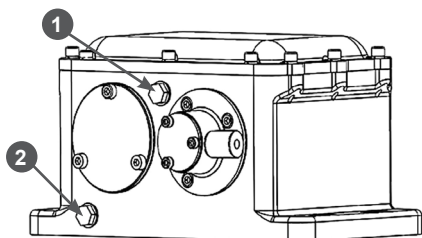

Рис. 20 Замена масла в вибраторе
3. Открутите болт 1 сливного отверстия и слейте топливо из поплавковой камеры карбюратора (Рис. 20).
В вибратор заливается моторное масло SAE30. Полный объем масла в вибраторе составляет 400 мл. Для поддержания вибратора в рабочем состоянии необходимо менять масло в вибраторе строго в соответствии с графиком ТО. Первая замена масла в вибраторе должна быть через первые 50 часов работы виброплиты, последующие замены масла в вибраторе через каждые 200 часов работы виброплиты. Отверстия для заправки масла и контроля уровня масла в вибраторе находятся с левой стороны вибратора (смотреть по ходу движения) (Рис. 20).
2. Очистите зону вокруг пробки заливного и контрольного отверстий (Рис. 20).
5. Открутите пробку 2 контрольного отверстия и слейте масло через контрольное отверстие в подготовленную для этого емкость (Рис. 20). Внимательно осмотрите слитое масло на предмет наличия в нем металлических частиц.